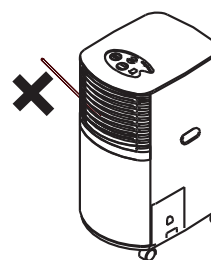

fig. 2
- Afdækningspladerne til apparatets ventilationsåbninger må ikke tildækkes eller hindres (fig. 2).